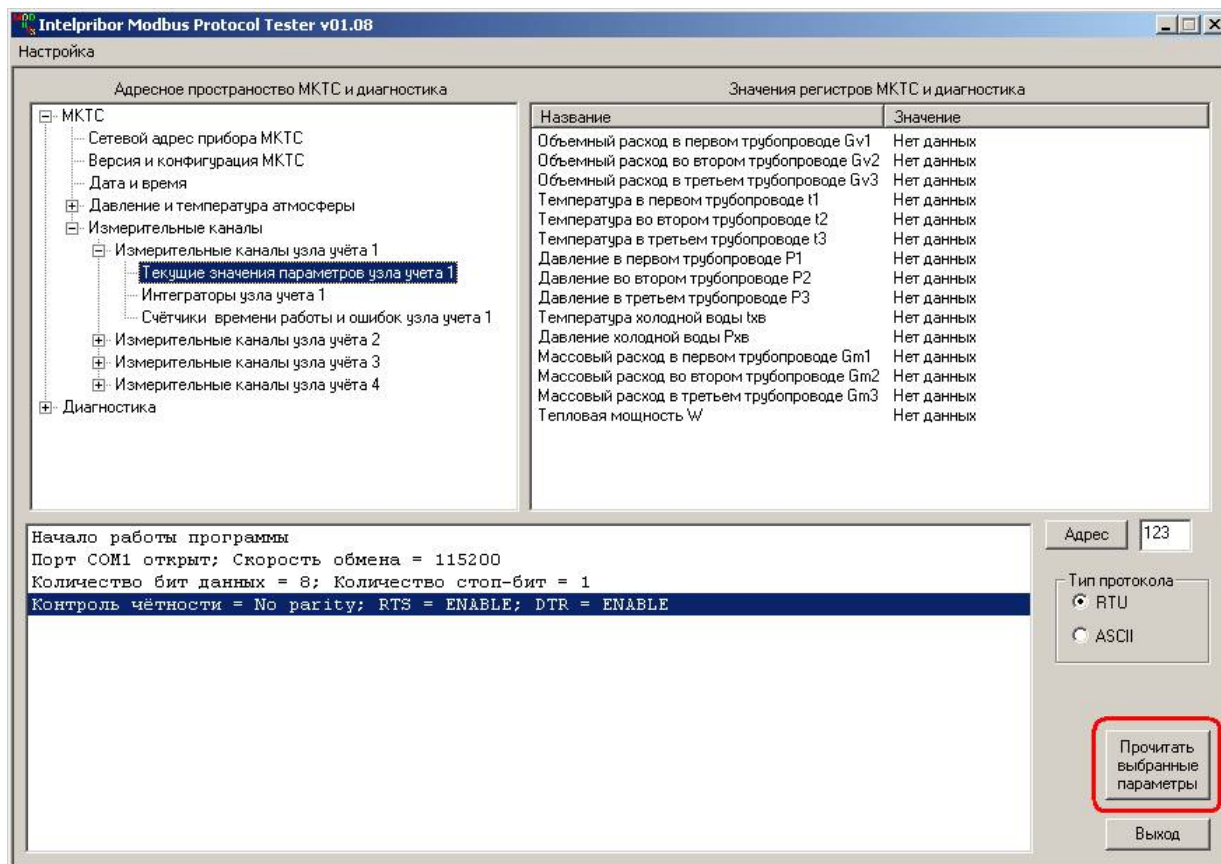

Рисунок 5-10 Выбор области памяти МКТС для просмотра.
- нажать на кнопку *Прочитать выбранные параметры* или щёлкнуть правой кнопкой мышки по любому пункту списка *Значения регистров МКТС и диагностика* (см. Рисунок 5-10);